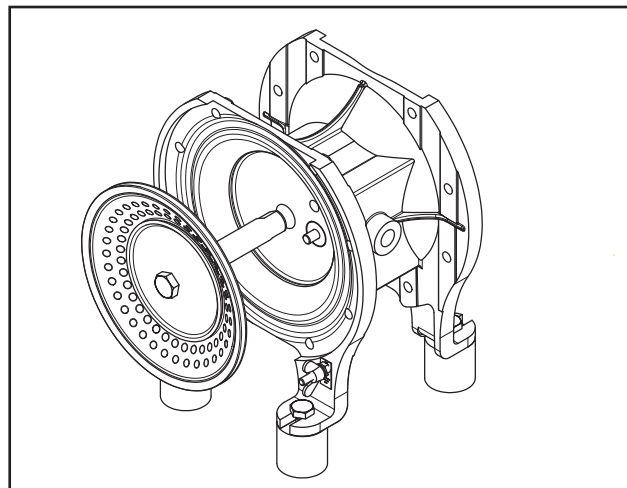

Abb. 21: Retirar a membrana com a biela
- Soltar a placa de membrana exterior e retirar com a membrana (Fig.10 e Fig. 21)
Ver também 5.3.2.3. Contrariamente à Fig. 21 deve-se desapertar primeiro a placa de membrana. Remover a biela separadamente do bloco de comando.